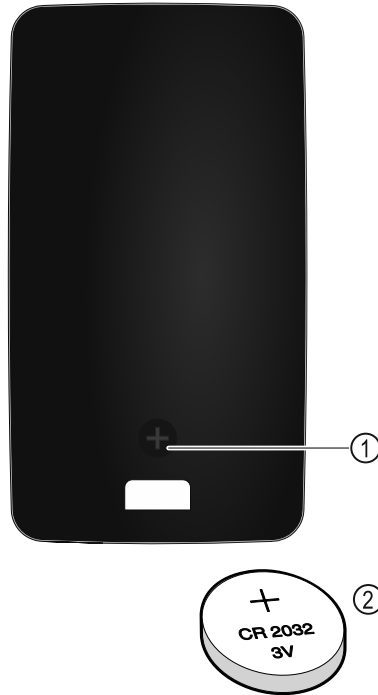

Fig. 229
Електроживлення дистанційного керування відбувається через батарею тип CR 2032 з 3В Fig. 229 (2), яку можна отримати в спеціальних магазинах.
- ▶ Викрутити гвинт Fig. 229 (1) дистанційного керування.